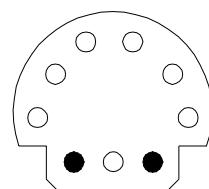

Fig. 1
- Effettuare i collegamenti ed inserire il cavo captore nell'apposita presa alloggiata nel vano motore (vedi Fig. 1).
- Premere il tasto **pistola/captore (8)** e accertarsi che si accenda il **led gradi anticipo captore (4)**.
- Premere il tasto **selezione captore (6)** e accertarsi che si accenda uno dei due **led (5) o (7)** corrispondente al tipo di captore selezionato (positivo o negativo).
- Verificare che il display dei gradi indichi lo sfasamento corretto del captore confronto al PMS (vedi Tab. 1). In caso contrario procedere alla regolazione del valore ruotando il **Deviatore (10)**.